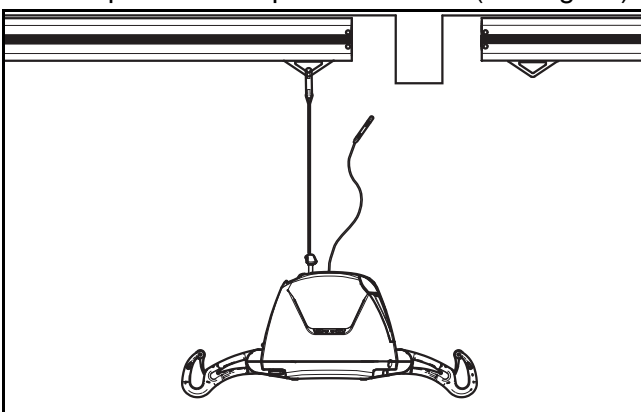

Fig. 21
- 4) Ne pas arrêter tant que le lève-personne n'est pas complètement transféré sous le chariot de l'autre rail. Vérifier que la sangle de rallonge est complètement tendue avant de décrocher le lève-personne du premier chariot. (voir Fig. 21).